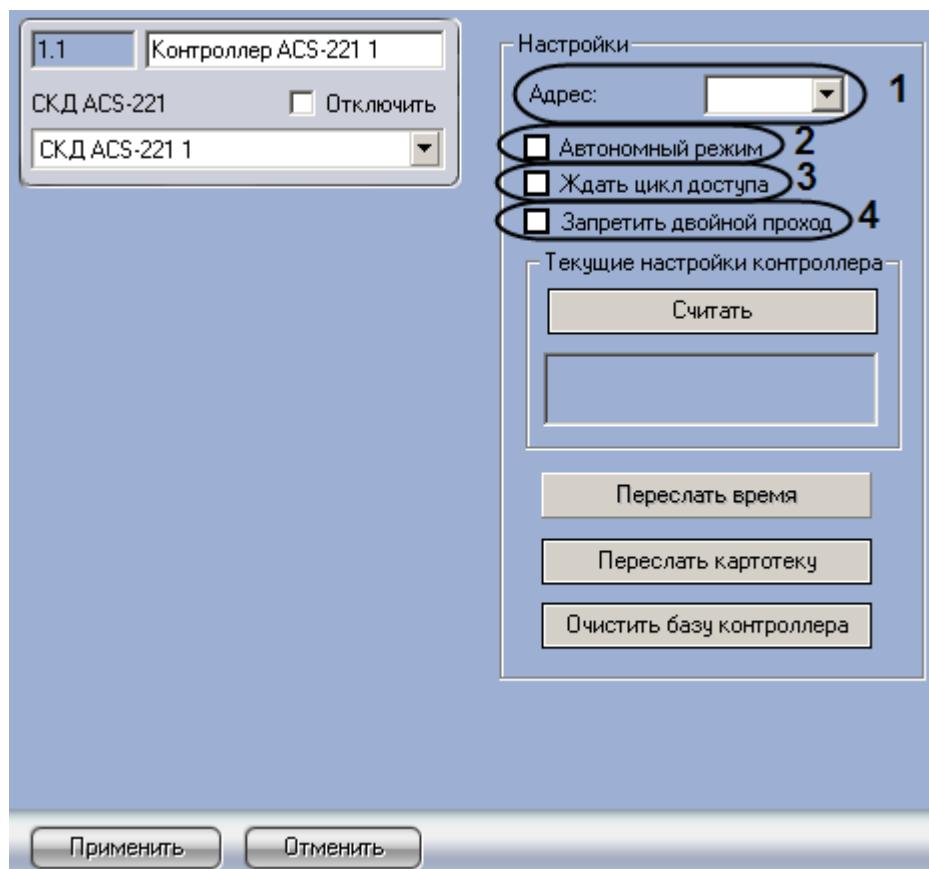

Рис. 3.4—2 Настройка контроллера ACS-221
2. Выбрать аппаратный адрес контроллера из раскрывающегося списка **Адрес** (Рис. 3.4—2, 1).
3. Если требуется, чтобы контроллер самостоятельно принимал решения о разрешении или запрещении доступа пользователей, необходимо установить флагок **Автономный режим** (Рис. 3.4—2, 2).